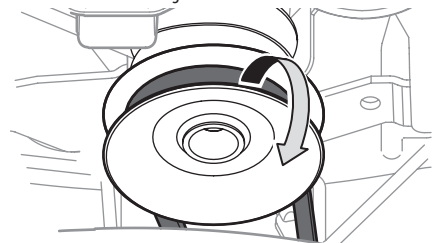

Figura 31
4. Extraiga la correa de alrededor de la polea de la PTO del tractor. Consulte la Figura 31.
- Extraiga la correa de la plataforma de alrededor de la polea de transmisión de la PTO del tractor cortacésped como se indica en la Figura 31. Simplemente deje rodar un lado de la correa para que salga de la polea y luego debe seguir sacándola todo alrededor de la polea hasta que se sale de la polea.
- Pase la correa de la plataforma a través de la varilla del guardacorrea y colóquela alrededor y sobre la polea de transmisión de la PTO, como se indica en la Figura 31.